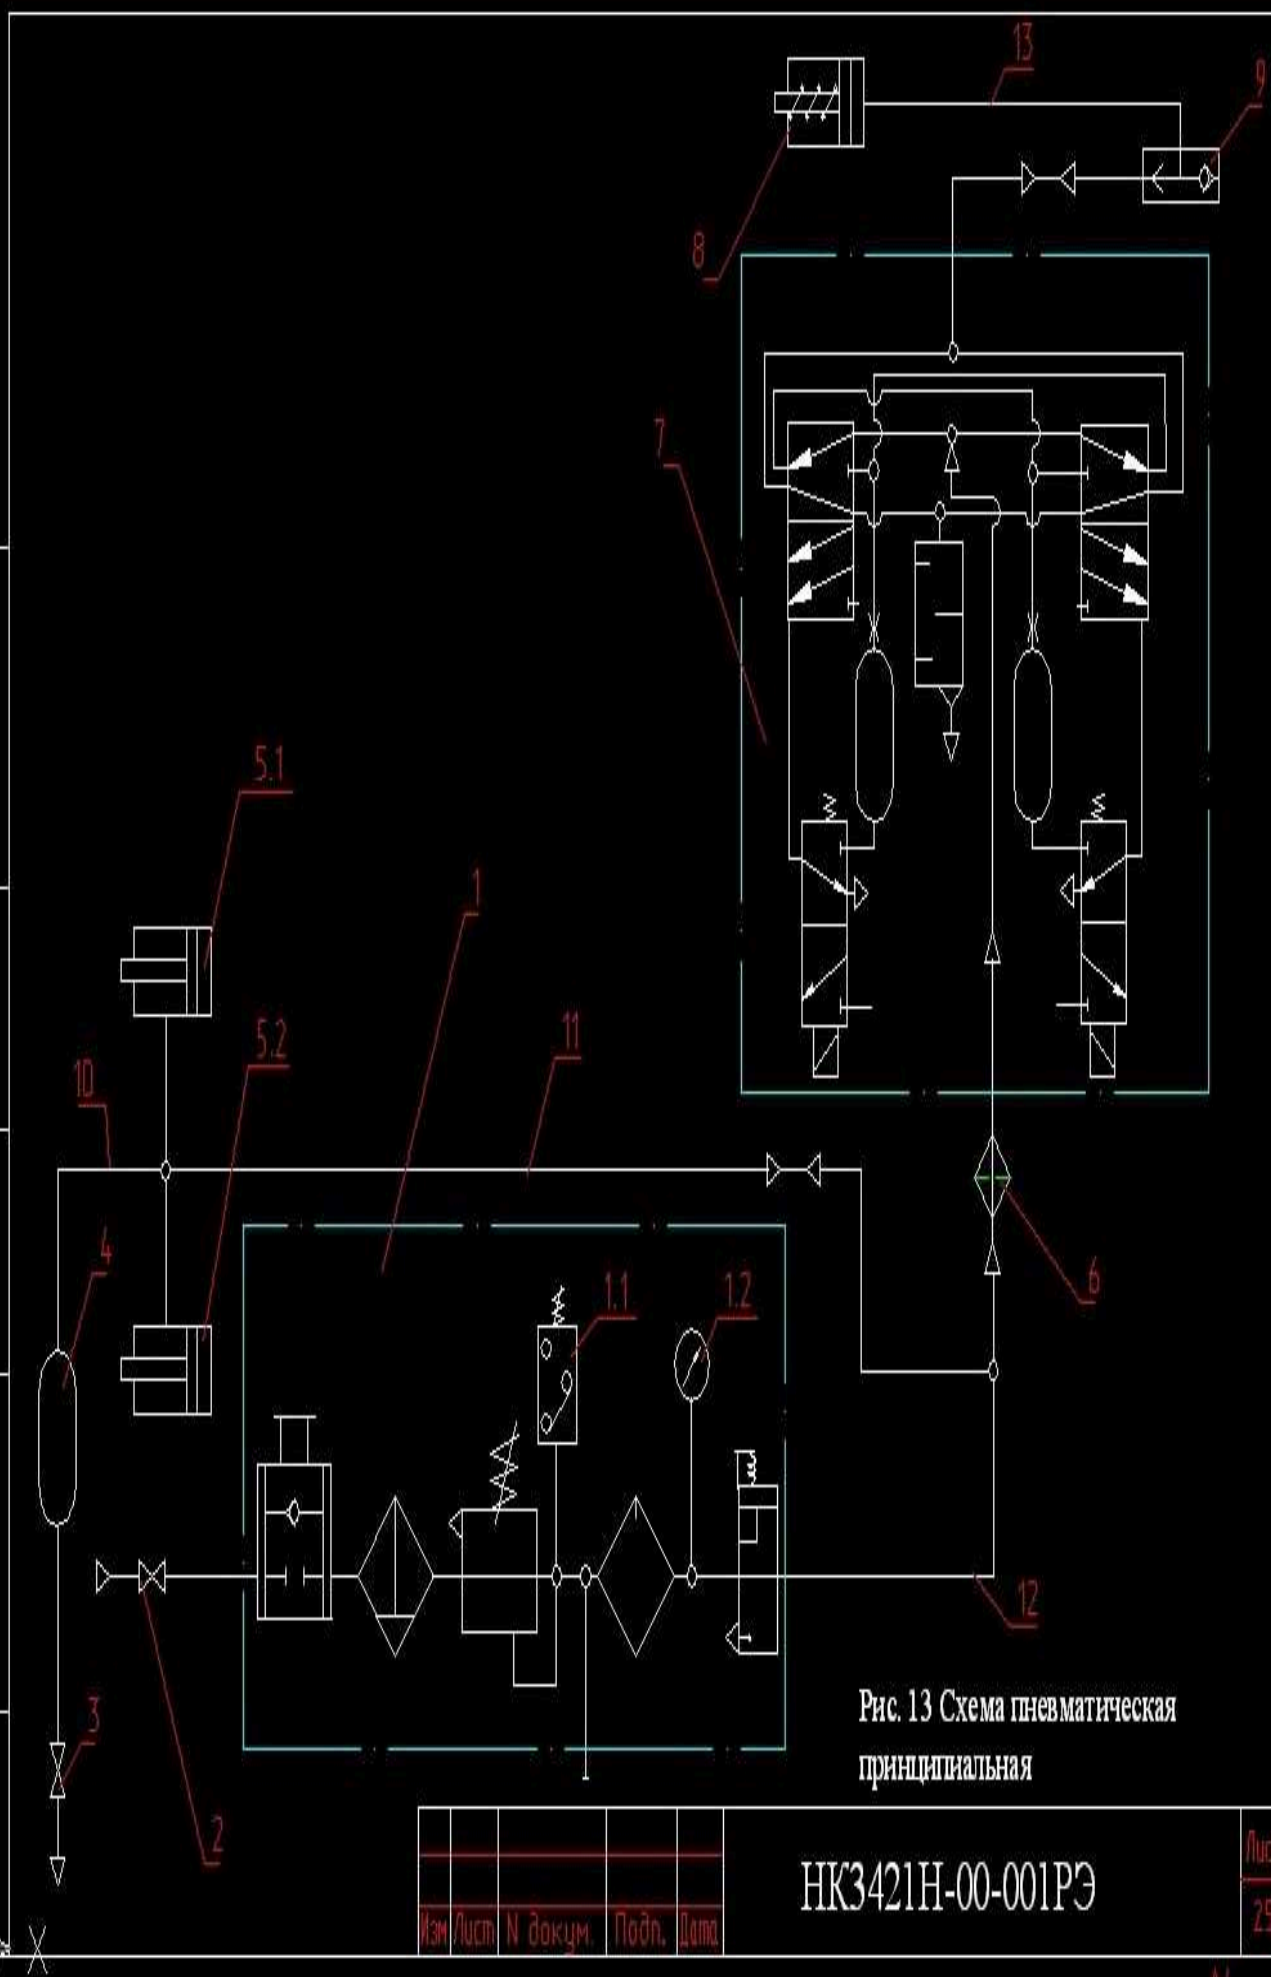

Рис. 13 Схема пневматическая
1.5.1 Схема пневматическая принципиальная (рис. 13.)
1.5.2 Описание работы (рис. 13.)
Пневмоаппараты ,входящие в пневмосистему ,установлены в последовательности, указанной на схеме пневматической принципиальной (рис. 13).